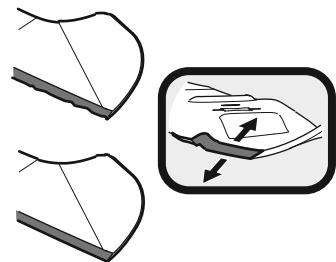

Figura 35
3. Coloque un bloque de madera entre el deflector del alojamiento de la plataforma y la cuchilla de corte para que actúe como estabilizador. Consulte la Figura 35.